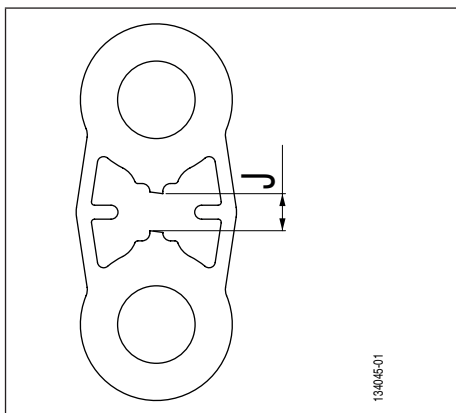
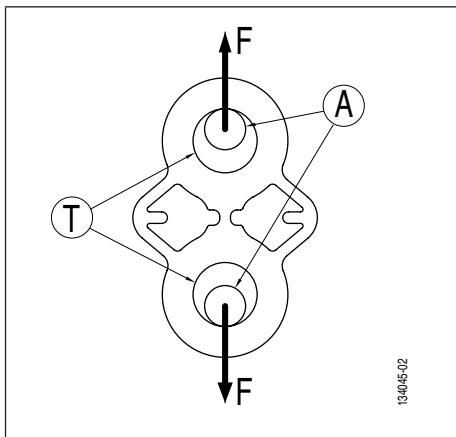
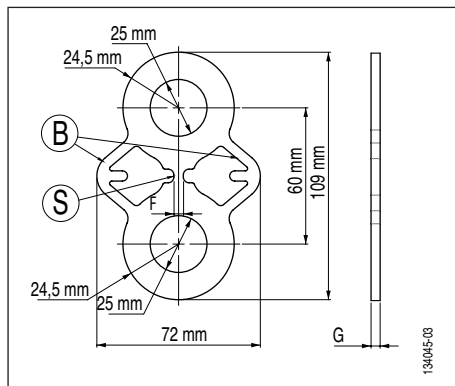

Fig. 1
Fig. 2
Fig. 3
Se ha desarrollado una gama completa de las placas de prueba TA con el fin de probar en tracción los puntos de anclaje. Los agujeros de enganche (*Fig. 2*, ítem T) de las placas están diseñados para recibir grilletes lira de alta resistencia. Las diferentes referencias de placas de prueba TA son realizadas en acero inoxidable del mismo grado para garantizar la rotura de la sección (*Fig. 3*, página 37, ítem S) con una precisión de $\pm 10\%$ con respecto a la carga de rotura CR indicada en la placa (capítulo 11. *Marcas*). Los brazos de retención (*Fig. 3*, página 37, ítem B) están dimensionados para garantizar una resistencia mecánica de por lo menos la carga de rotura CR indicada en la placa.
- Puesta en carga de la placa TA (*Fig. 2*).
- A la carga de rotura CR indicada en la placa (capítulo 11. *Marcas*) rotura de la sección S (*Fig. 3*, página 37, ítem S).
→ Alargamiento de la placa y aparición de un juego ‘J’ entre las dos semipartes alta y baja de la placa de prueba TA (*Fig. 1*, juego J).
La carga de prueba es alcanzada por la rotura de la sección central de la placa (*Fig. 3*, página 37, ítem S). Un par de brazos de retención (*Fig. 3*, página 37, ítem B) permite garantizar el mantenimiento de la línea de puesta en carga después de la rotura de la sección indicadora ‘S’.
! PELIGRO: Si el operador vuelve a cargar la placa después de la rotura de la sección 'S', hay riesgo de rotura de los brazos de retención (Fig. 3, página 37, ítem B) y caída del aparato de puesta en carga. El juego 'J' máximo (Fig. 1, juego J) no debe rebasar 15 mm.